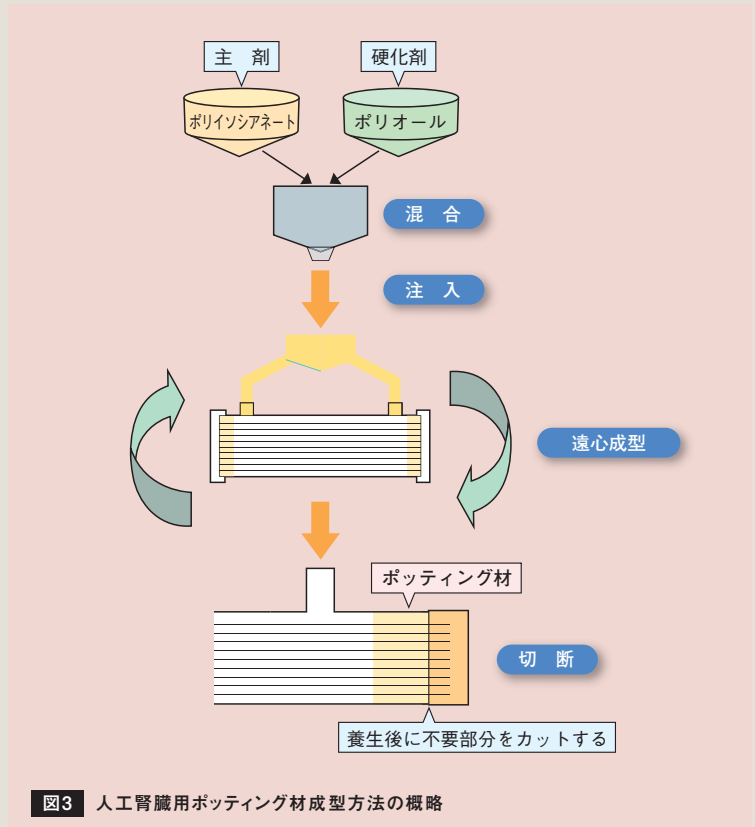

図3 人工腎臓用ポッティング材成型方法の概略
ポッティング材を用いた人工腎臓の成型方法は次のとおりである(図3)。①主剤(イソシアネート成分)と硬化剤(ポリオール成分)を2液混合機で混合する。②中空糸をハウジング内に入れ、遠心回転させながらハウジング両端部に混合液を注入し成型する。③遠心成型後に取り出して養生する。④中空糸を開口するために不要部分を切断し、キャップを付け水洗後、包装する。その後、滅菌工程を経て最終製品として病院で患者に使用する。